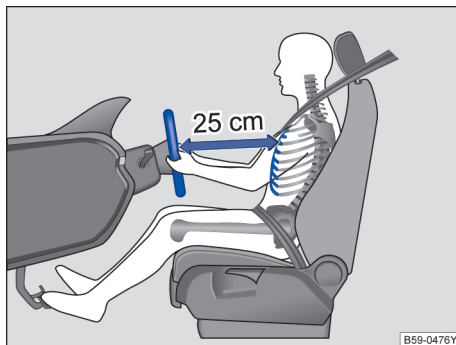

图 28 驾驶员与方向盘之间至少保持为 25 cm 的距离
- 调节方向盘，使驾驶员胸部与方向盘之间至少保持 25 cm 的距离→图 28。